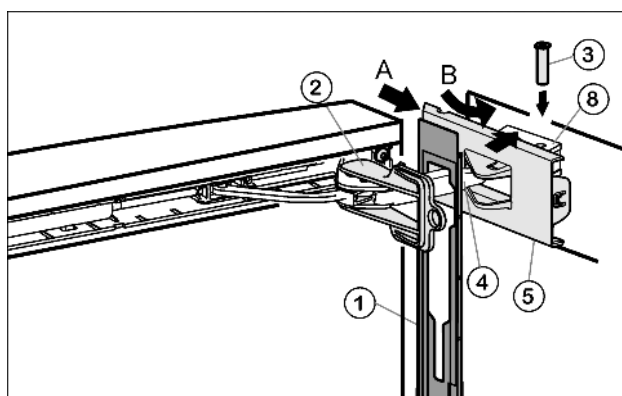

Fig. 18
- ▶ Afdekplaat *Fig. 18 (1)* op de demperbeugel *Fig. 18 (4)* inhangen zodat de sluihaken naar binnen wijzen en de voorkant naar het apparaat.
- ▶ Afdekking *Fig. 18 (5)* van buiten af opschuiven (A) en via het lagergedeelte *Fig. 18 (8)* draaien (B).
- ▶ Afdekking *Fig. 18 (5)* plaatsen en laten vastklikken tot het eerste punt.
- ▶ Demperbeugel *Fig. 18 (4)* naar het lagergedeelte toe trekken en de bout *Fig. 18 (3)* van boven insteken zodat het vierkant in de uitsparing zit.
- ▶ Afdekking *Fig. 18 (5)* nu compleet op het lagergedeelte *Fig. 18 (8)* in laten klikken.
- ▶ Beveiliging *Fig. 18 (2)* draaien om te verwijderen.
- ▶ Afdekplaat *Fig. 18 (1)* aan de deur vast laten klikken.